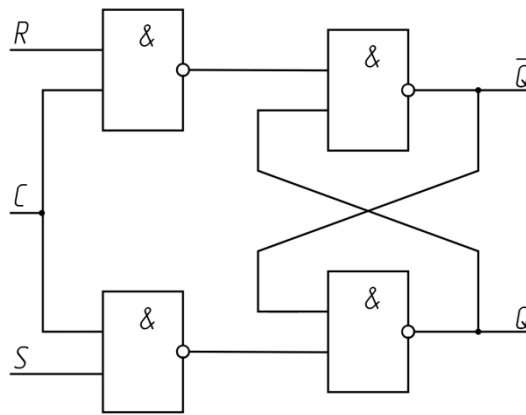

Рис. 6.3 – Схема статического синхронного RS-триггера на элементах И-НЕ
3) Заполнить таблицу переключений (таблица 6.3) статического синхронного RS-триггера (рисунок 6.3).